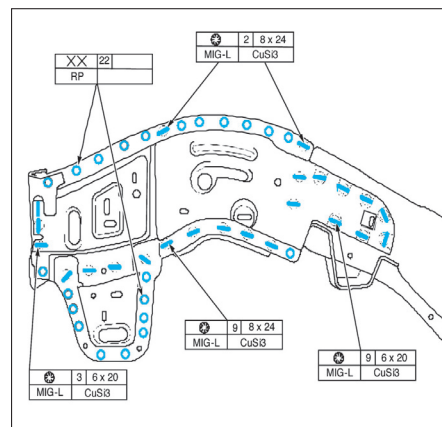

FIG. 22
- Percer les 12 trous oblongs 6x20 mm et 11 trous de 8x24 mm la tôle de fermeture du longeron (fig. 22).
- Positionner puis souder la tôle de fermeture (fig. 22).
- Percer les 12 trous oblongs de 6x20 mm et 11 trous de 8x24 mm dans la tôle de fermeture du longeron (fig. 22).
- Positionner puis souder la tôle de fermeture du longeron (fig. 22).